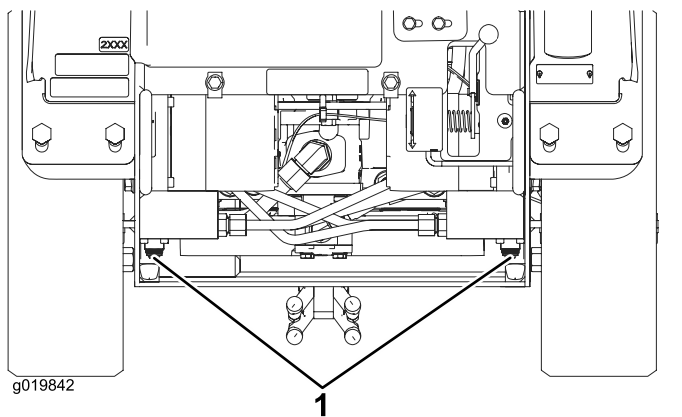

Figura 21
- Utilizando uma chave de aperto, rode as válvulas de reboque nas bombas hidráulicas duas vezes no sentido contrário ao dos ponteiros do relógio (Figura 21).